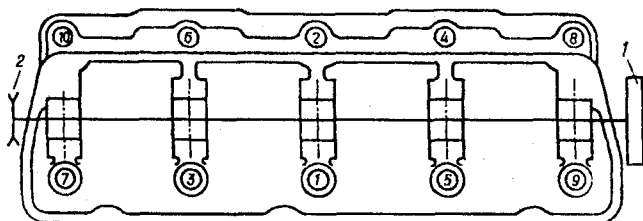

Рис. 2.54. Схема затяжки болтов крепления головки цилиндров: 1 — маховик; 2 — ведомый шкив привода коленчатого вала
– в определенной последовательности предварительно затянуть (рис. 2.54) болты головки цилиндров усилием 45...55 Н·м (4,5...5,5 кгс·м) (усилие окончательной затяжки 81,3...84 Н·м (8,3...8,6 кгс·м)).